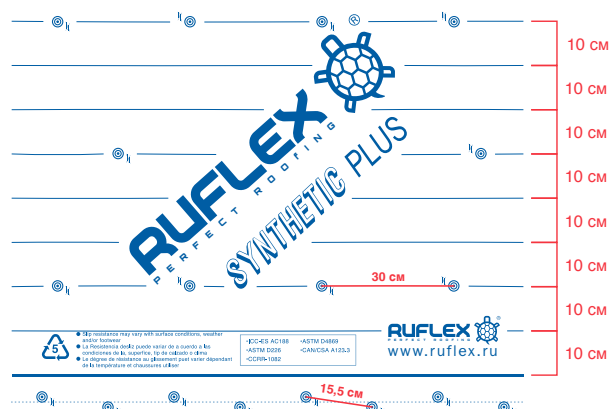

Рисунок 2: Рис. 2. Расположение разметок для гвоздей
2.3.2. RUFLEX рекомендует специальные гвозди с пластиковой шайбой диаметром 25 мм. Использование скоб, по технике безопасности, в связи с их слабой фиксацией и возможности отрыва подкладочного ковра при хождении или сильном ветре, запрещено. (Рис.2)